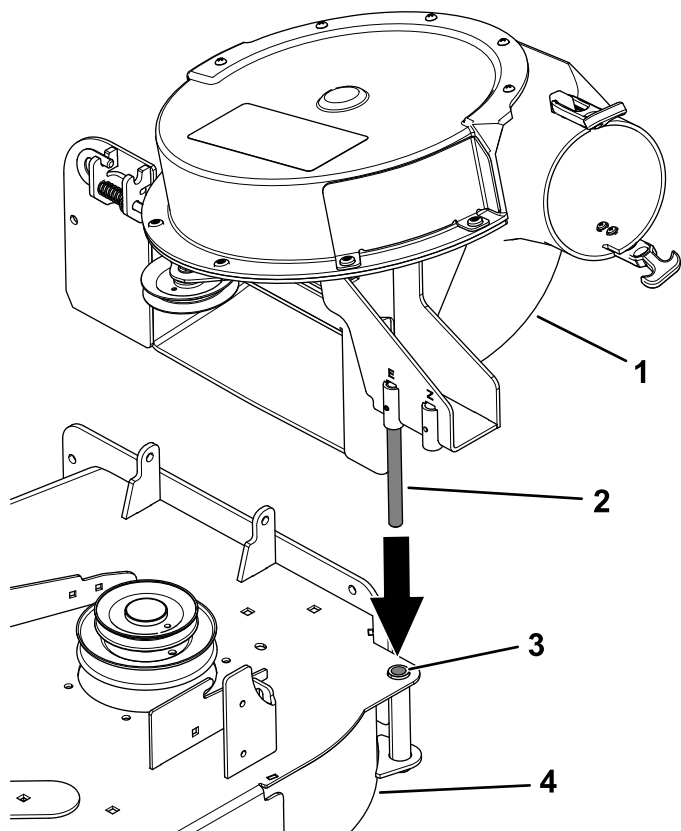

Figura 40
1. Allineate il perno girevole sul soffiatore con il relativo foro nel piatto di taglio (Figura 40).
3. Abbassate il soffiatore e fate scorrere il perno girevole nel foro del perno (Figura 40).